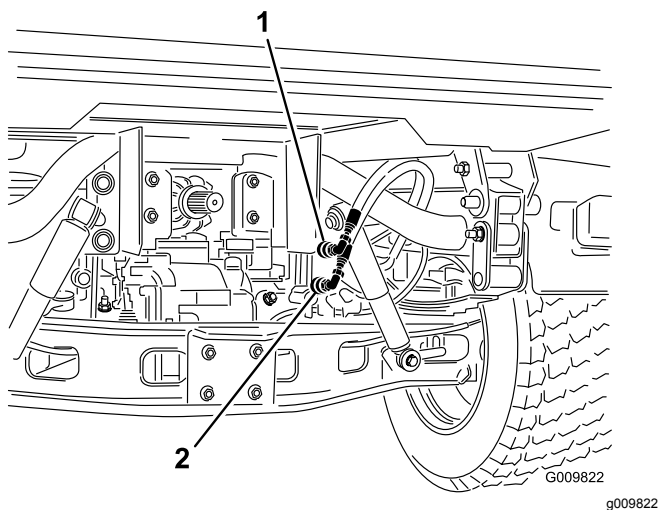

图16
2. 在序列号为 240000001 及以后的工作车上从固定至接头支架的软管上断开 2 个提升油缸软管图16。将盖子插入油缸软管快速接头。